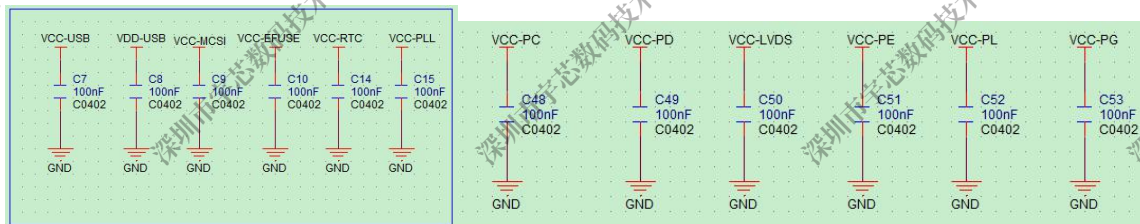

图 2-17 SOC Power PIN
- SOC 其余部分电源脚必须参照标案设计外挂滤波电容, 且 PCB 设计时就近放置, 不能删减, 如 PLL、EFUSE、RTC、GPIO 等, 如图 2-17。